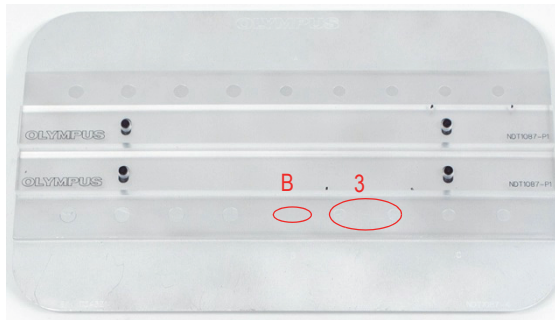

図 5-125 標準試験片の位置 3
21. 位置 3 にプローブを置き (218 ページの図 5-125 を参照)、A リフトバランスキー (⊕) を押します。